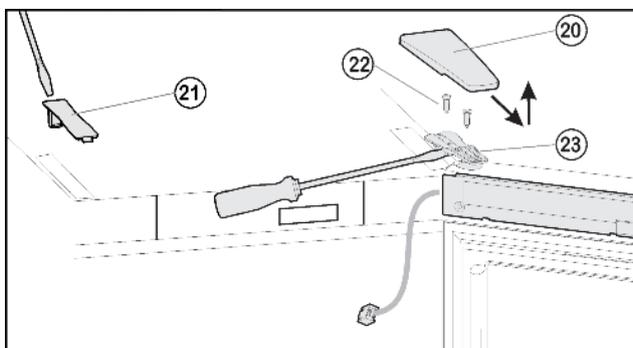

Fig. 10
- ▶ Крышку Fig. 10 (20) снимите движением вперед и вверх
- ▶ Снимите крышку Fig. 10 (21).
- ▶ Полностью выверните винты Fig. 10 (22).
- ▶ Снимите дверцу вместе с опорным кронштейном Fig. 10 (23) и кабелем вверх. Для снятия, возможно, понадобится осторожно подцепить опорный кронштейн снизу шлицевой отвёрткой.